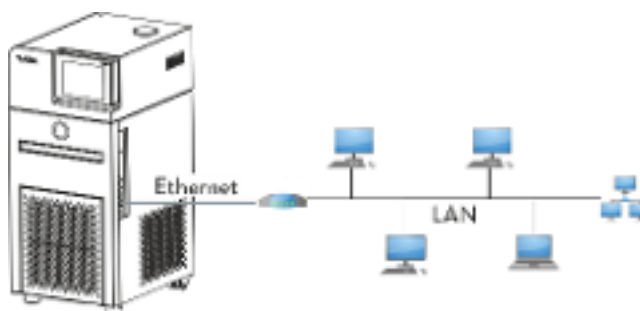
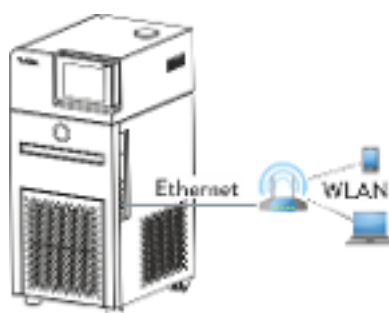

Fig. 13: collegato tramite LAN
Fig. 15: collegato tramite WLAN
Nella Fig. 13 è illustrato in che modo l'apparecchio di termostatazione LAUDA è collegato ad una postazione di comando/un PC attraverso una rete LAN.
Nella Fig. 15 è illustrato un collegamento diretto dalla postazione di comando/dal PC all'apparecchio di termostatazione LAUDA attraverso una WLAN. In questo caso il router WLAN deve essere configurato come access point. Per sapere come vada configurato il router WLAN, vedere il manuale del router.
- Per i collegamenti come quelli illustrati nella Fig. 14 e nella Fig. 15 si possono utilizzare comuni router WLAN. Essi devono presentare la funzione di collegamento richiesta e devono soddisfare i requisiti del Paese in cui vengono utilizzati. Per stabilire un collegamento come quello illustrato nella Fig. 14, LAUDA consiglia tuttavia di utilizzare un router WLAN industriale.
11. Collegare l'interfaccia Ethernet dell'apparecchio di termostatazione come illustrato dalla Fig. 13 alla Fig. 15. Utilizzare un comune cavo Ethernet (cavo patch).
7. Collegare l'interfaccia Ethernet dell'apparecchio di termostatazione come illustrato dalla Fig. 13 alla Fig. 15 . Utilizzare un comune cavo Ethernet (cavo patch).